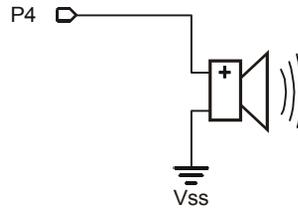

Figura 2-6
Che sia una tastiera di un sistema antifurto, di un microonde, o di un Boe-Bot, un altoparlante aiuta realmente nel farvi sapere che il dispositivo ha capito che avete premuto quel tasto. L'altoparlante mostrato in Figura 2-6 è già stato aggiunto al vostro Boe-Bot nel Capitolo 1, Attività #4. ma fino ad ora, è stato usato solamente per avvertirvi che il programma è partito (o è ripartito spontaneamente a causa di pile scariche).
- √ Se non lo avete già fatto, aggiungete il circuito altoparlante mostrato in Figura 2-6 nella vostra area prototipale del vostro Boe-Bot.